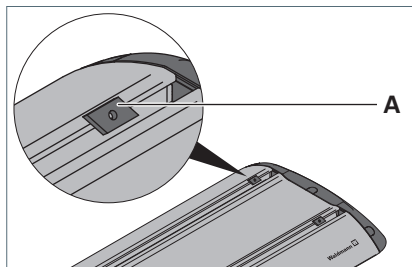

Fig. 11: Insérer les écrous de glissement.
- Insérez les deux écrous de glissement **A** livrés dans les rainures en T du luminaire, voir Fig. 11.